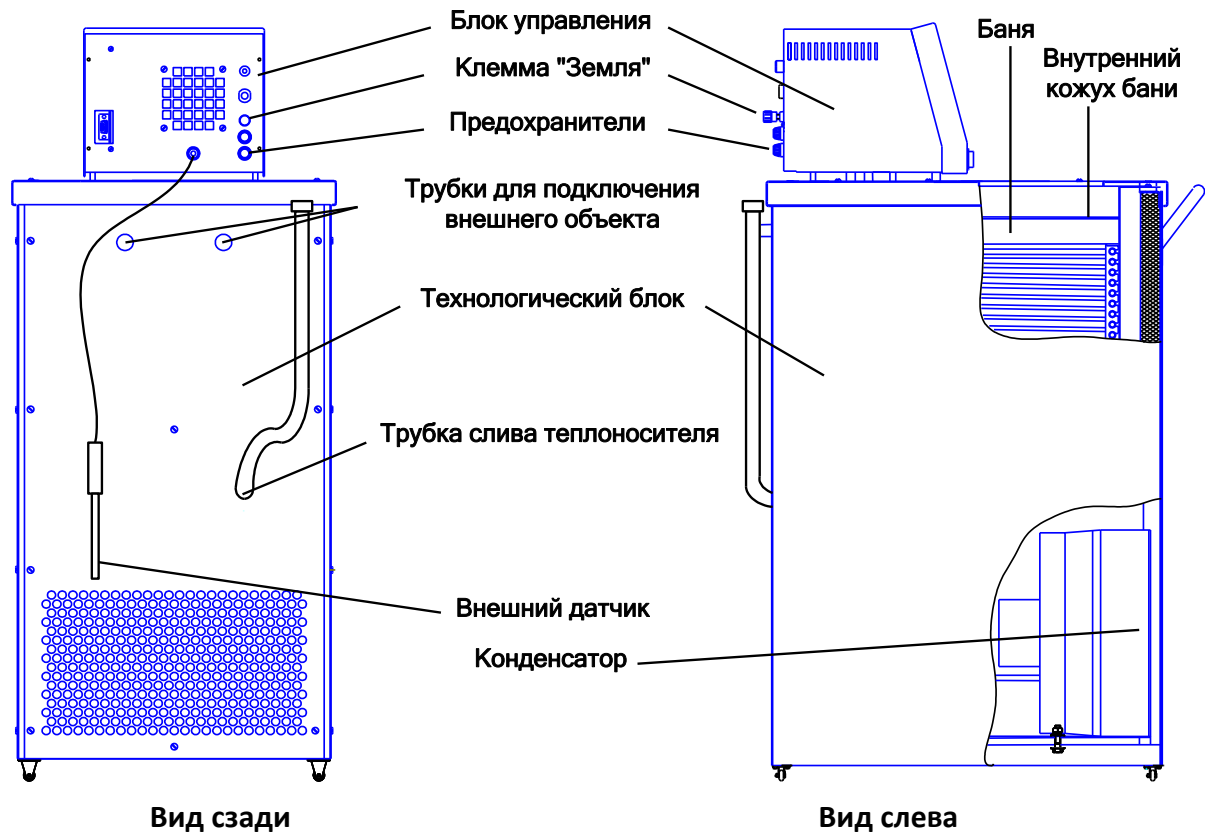

Рисунок 1. Общий вид
- Клемма **«Земля»** на задней панели термокриостата (см. рисунок 1) должна быть подключена к внешней заземляющей шине;